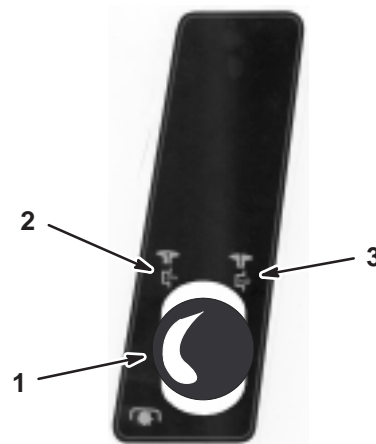

Figure 10
4. Débrayez la commande des lames (PdF) (voir la Figure 10).
5. Si le moteur est froid, placez la commande d'accélérateur en position Starter (Fig. 10).